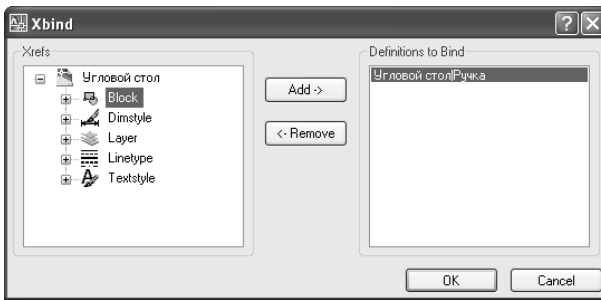

Рис. 8.8. Диалоговое окно **Xbind**
После запуска инструмента откроется диалоговое окно **Xbind** (Внедрение символов), показанное на рис. 8.8, на левой панели которого отображается древовидный список всех внешних ссылок текущего чертежа.
3. Раскройте раздел **Details** (Подробности) и в строке **Found at** (Найден в) — см. рис. 8.8 — щелкните по текущему пути, а затем по появившейся кнопке **Browse**. (Обзор).